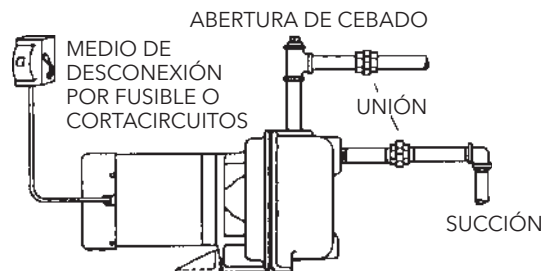

Figura 1
- Instale una unión hermética en la línea de succión cerca de la bomba. Ver la figura 1.
- Instale una T en la conexión de descarga de la bomba. Se requiere la apertura del extremo superior de la T para el cebado inicial. Ver la figura 1.
- Ceba la bomba llenando con agua limpia la bomba y la tubería a través del orificio en el extremo superior de la T. Ver la figura 1.